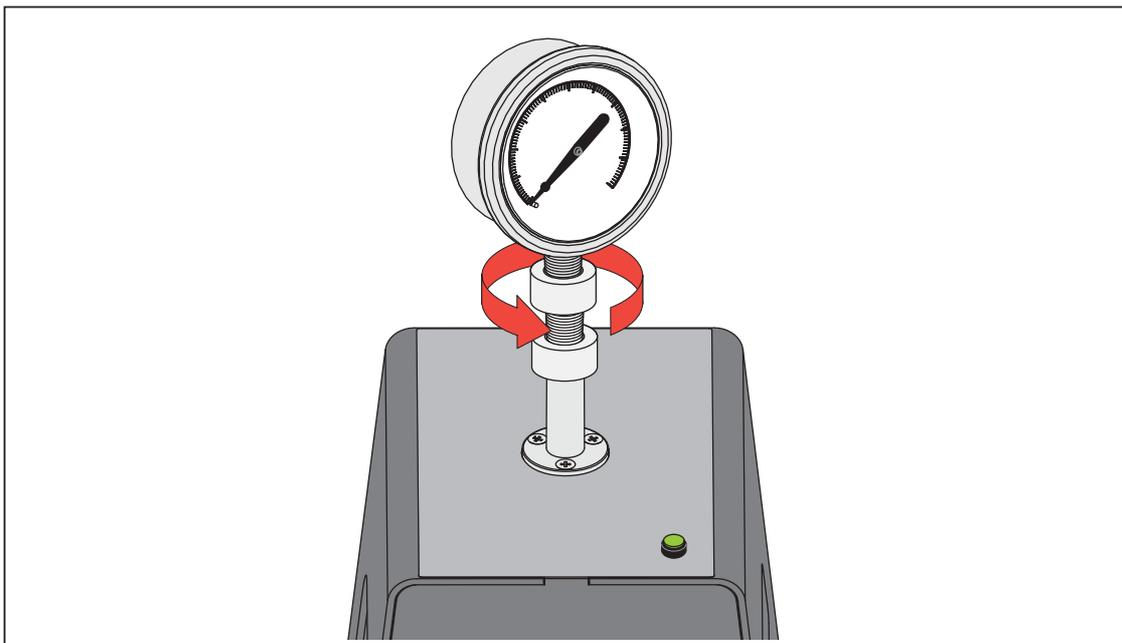

図 19. 圧力計とアダプタをテスト・ポートに接続する
2. ネジをテスト・ポートに入れ、反時計回りに締めていきます。図 19 を参照してください。